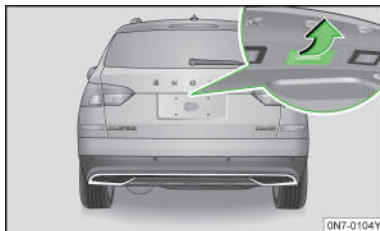

图 55
- ▶ 按压行李厢盖下部的把手，向上开启行李厢盖 ▶ 图 55。